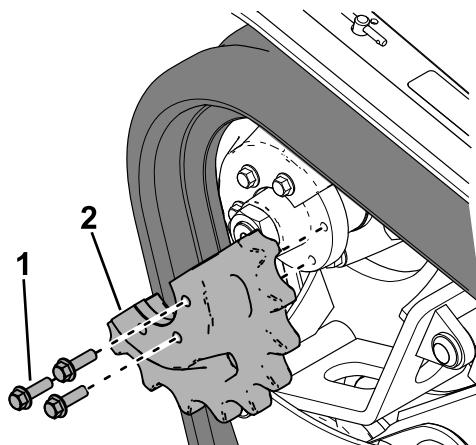

Figure 62
19. Appliquez du frein-filet sur les boulons du demi-pignon d' entraînement que vous avez retiré et posez le demi-pignon (Figure 62). Serrez les boulons à un couple de 95 à 115 N·m.